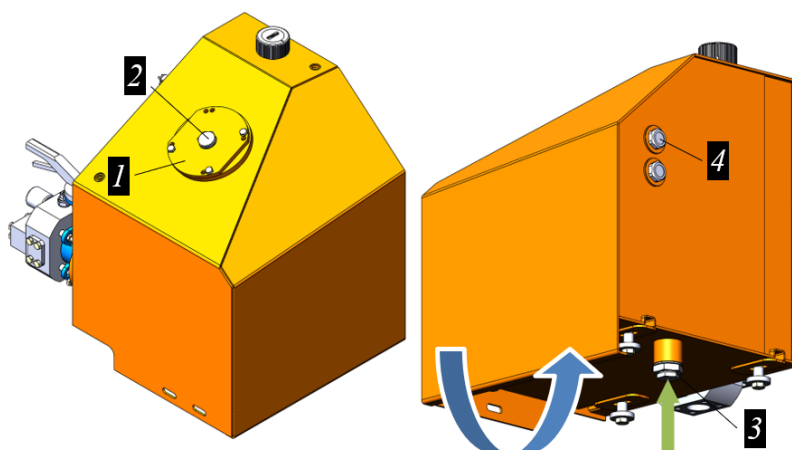

Рисунок 3.103. Процедура слива масла с гидросистемы
- ▶ Ослабить, не откручивая до конца пробку 2 на крышке фильтра 1 см. рис. 3.103.
- ▶ Отвернуть пробку-колпачок 3 со сливного клапана на нижней стороне гидравлического бака см. рис. 3.103 (показано стрелкой).
- ▶ Отвернуть и снять пробку 2 крышки фильтра 1 рис. 3.103.
- ▶ Через фильтр в линии слива заправить бак гидравлическим маслом. Заправку производить до отметки максимум (середина верхнего смотрового окна 4) см. рис. 3.103.
- ▶ По завершению заправки накрутить пробку 2 в крышку фильтра 1 рис. 3.103.